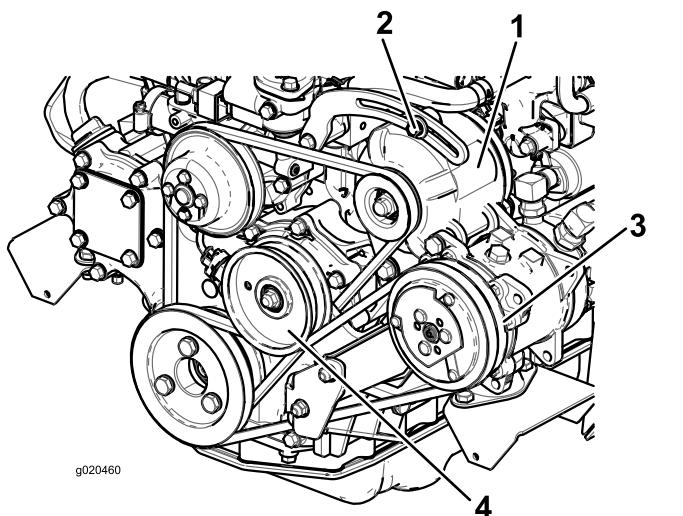

図 113
たわみが 10 mm でない場合には、オルタネータ取り付けボルトをゆるめ 図 113、
100 運転時間ごとにベルト図 113 の劣化状態および張り具合を点検してください。
2. たわみが 10 mm でない場合には、アイドラブーリ取り付けボルトをゆるめる図 113。コンプレッサベルトの張りを調整し、ボルトを締め付ける。もう一度ベルトのたわみを点検し、適切に調整されたことを確認する。